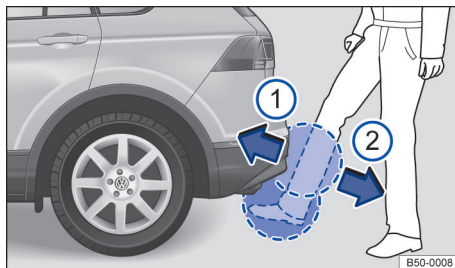

Fig. 73 Tampa do compartimento de bagagem com abertura controlada por sensor (Easy Open).
- Conduzir o pé e a canela com um movimento rápido próximo do para-choque. A canela deve estar na área do sensor superior e o pé na área inferior do sensor → Fig. 73.